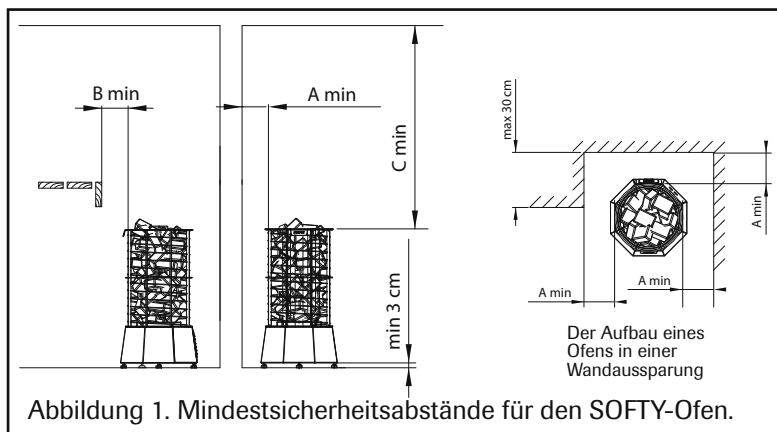

Abbildung 1. Mindestsicherheitsabstände für den SOFTY-Ofen.
**) Siehe Abbildung 1
- Der Ofen kann auch in einer Wandaussparung aufgestellt werden, siehe Abbildung 1.